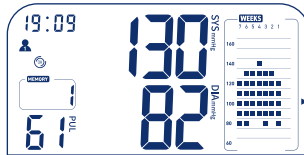

Bild 4
- Durch erneutes Drücken der Speicher-Taste erscheinen die zuletzt gemessenen Werte (Bild 4). Die Speicherwerte werden abwechselnd mit Datum und Uhrzeit angezeigt.